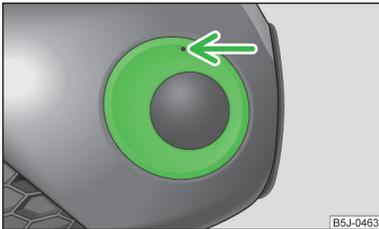

Fig. 166
- Introducir en la abertura por encima del faro antinieblas » fig. 166 el estribo de alambre » página 175, *Equipo de herramientas a bordo* y extraer la caperuza protectora.